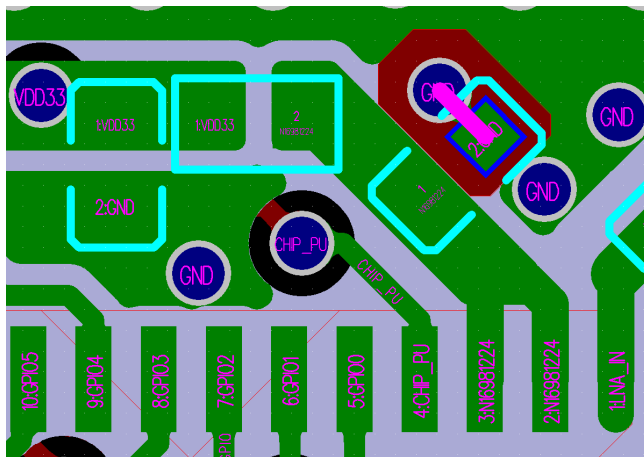

图 18: ESP32-S3 系列芯片四层板模拟电源设计
- 模拟电源 VDD3P3 处 CLC 滤波电容中，靠近芯片管脚侧对地电容的 GND 焊盘上建议添加过孔连接至底层的地，其余层做 keep-out 隔离处理，进一步降低谐波干扰，参考图 18。